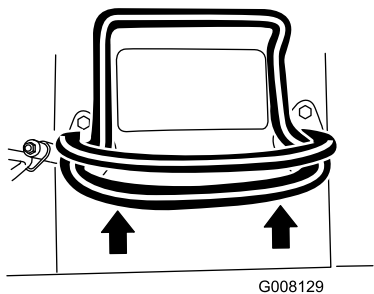
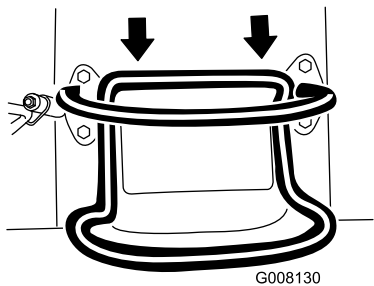

Figura 7
Figura 8
- Para conducir hacia adelante, mueva el control de tracción hacia adelante (Figura 7).
- Para conducir hacia atrás, mueva el control de tracción hacia atrás (Figura 8). **Mientras conduzca en marcha atrás, mire hacia atrás para asegurarse de que el camino está despejado, y mantenga ambas manos en la barra de referencia (Figura 7).**